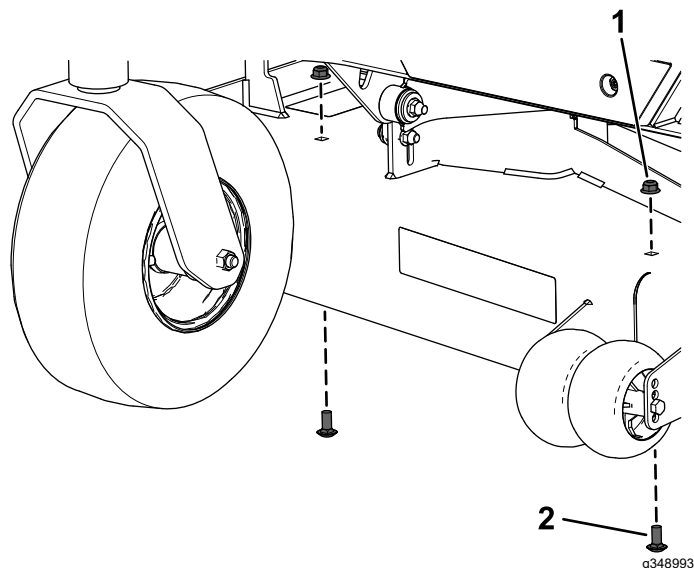

Figura 3
2. Remova os dois parafusos de carroçaria e duas porcas de bloqueio na parte frontal da plataforma do cortador (**Figura 3**).